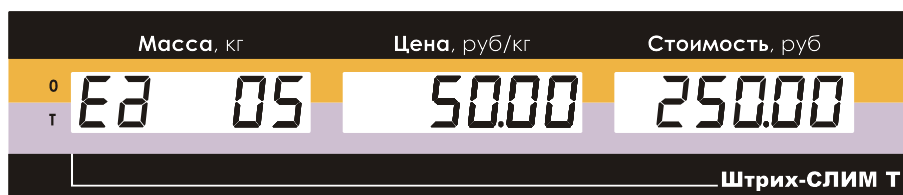

Рисунок 62. Показания дисплея при введенном количестве штучного товара.
- с помощью клавиатуры введите количество единиц штучного товара (см. Рисунок 62):